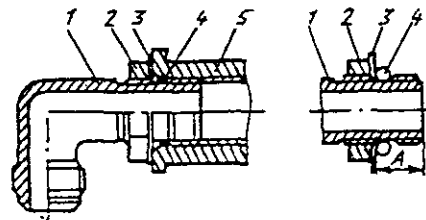

Рис. 1. Установка ввертного штуцера по нормам 281АТ:
15.2. Наверните контргайку на штуцер так, чтобы ее торец совпадал с началом резьбы после проточки (цилиндрической канавки) на штуцере (рис. 1).